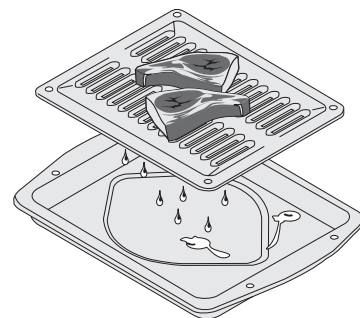

Fig. 1
5. Placez la grille dans la lèchefrite, puis placez la nourriture sur la grille (fig. 1). N'utilisez PAS la lèchefrite sans sa grille et ne recouvrez pas la grille de papier d'aluminium. La graisse ainsi exposée pourrait prendre feu.